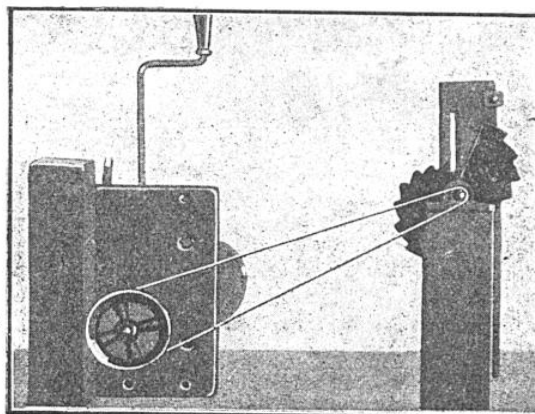
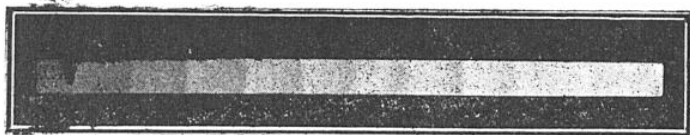

FIG. 4. — APPAREIL A ÉTALONNER LE NOIRCISSEMENT DES FILMS
FIG. 5. — ÉCHELLE DE NOIRCISSEMENT D'UN FILM RADIOGRAPHIQUE OBTENUE PAR LA MÉTHODE DES SECTEURS TOURNANTS
(1) Il peut aussi bien s'appliquer, avec des modifications évidentes, à des films photographiques destinés à des travaux avec la lumière visible.
châssis (1). Le disque, avec son mécanisme d'entraînement, et le châssis chargé (fig. 4) étant assez loin de l'ampoule, on l'irradie quelques secondes avec un faisceau homogène et parallèle. Après développement, on obtient une échelle de noircissement comme celle de la figure 5.